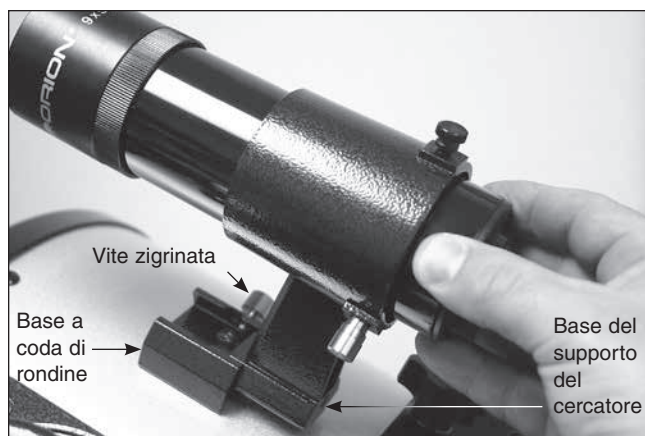

Figura 32. La base del supporto del cercatore deve essere inserita nel supporto a coda di rondine e fissata con la vite zigrinata.
2. Inserire la base del supporto del cercatore nel supporto a coda di rondine accanto al focheggiatore del telescopio (**Figura 32**). Bloccare il supporto in posizione serrando la vite zigrinata nel supporto a coda di rondine.